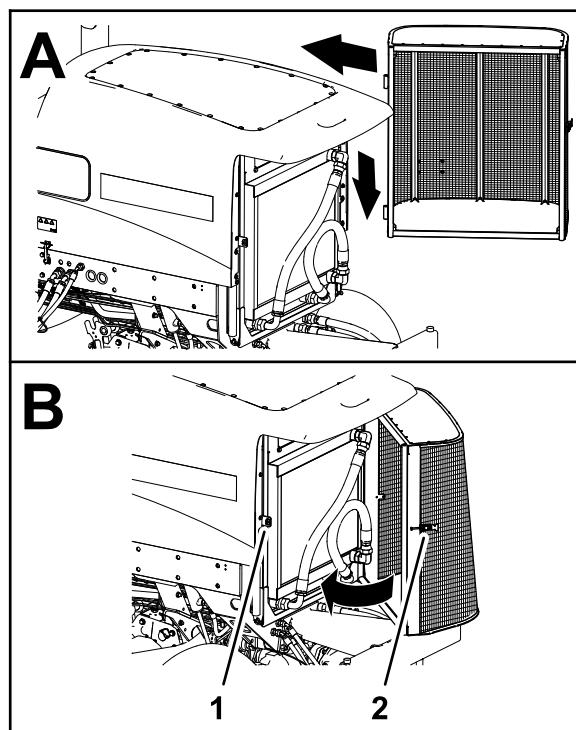

Figura 101
8. Monte la rejilla en los goznes (Figura 101).